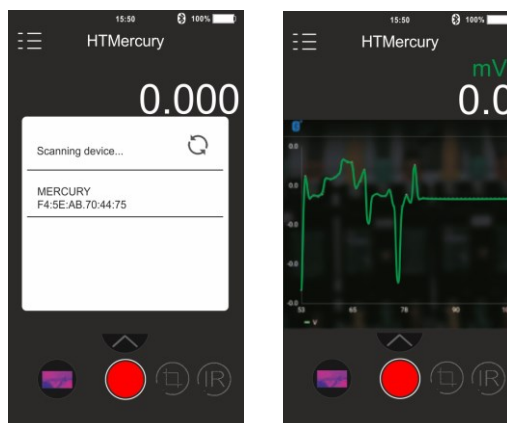

Abb. 44: Kommunikation mit der APP HTMercury
4. Suchen Sie nach dem Gerät in der APP (siehe Abb. 44 – linke Seite).
5. Die Echtzeit-Anzeige des Eingangssignals vom Gerät ist auf dem Mobilgerät verfügbar (siehe Abb. 44 – rechte Seite), und es ist möglich, Screenshots zu speichern und Aufzeichnungen aus den internen Menüs der APP zu aktivieren/speichern. Es ist auch möglich, Screenshots von thermografischen Bildern zu speichern und Gegenstände für erweiterte Analysen einzufügen (siehe Abb. 45). Weitere Informationen finden Sie in der Online-Hilfe der APP